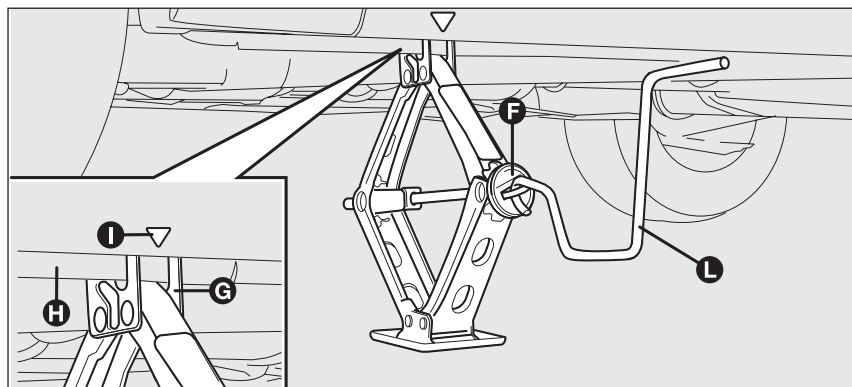

fig. 14
- ☐ actionner le dispositif **F**-fig. 14 de façon à détendre le cric, jusqu'à ce que la rainure **G** sur la partie supérieure du cric s'engage correctement sur le profil inférieur **H** obtenu sur la coque en correspondance de l'indication **I** (à
- ☐ insérer la manivelle **L**-fig. 14 pour permettre l'actionnement du cric et soulever la voiture, jusqu'à ce que la roue se lève du sol de quelques centimètres;
- ☐ actionner la manivelle **L**-fig. 14 du cric de manière à baisser la voiture et enlever le cric;